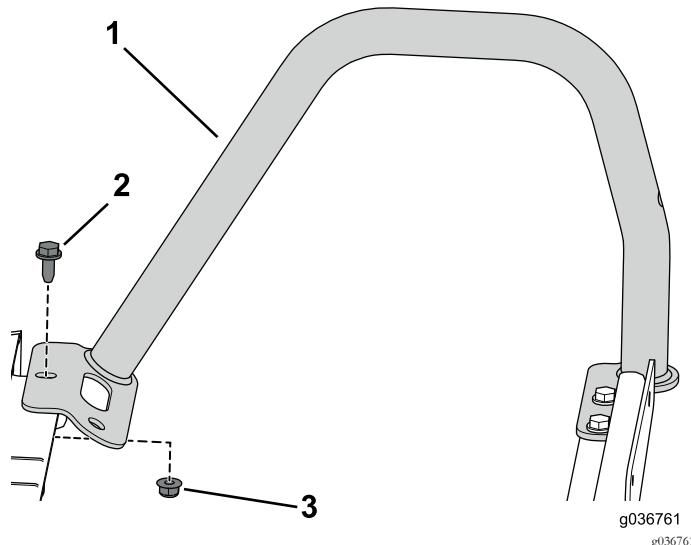

图2
1. 从右扶手上拧下 3 个凸缘螺栓 $5/16 \times 3/4$ 英寸和 3 个凸缘螺母 $5/16$ 英寸然后卸下右扶手 图2。